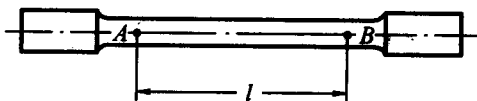

图 1-4
1.4 如图 1-4 所示, 拉伸试样上 A, B 两点距离 l 称为标距。受拉力作用后, 用变形仪量出两点距离增量 $\Delta l = 5 \times 10^{-2} \text{ mm}$ 。若 l 的原长 $l = 100 \text{ mm}$, 试求 A 与 B 两点的平均应变 ϵ_m 。